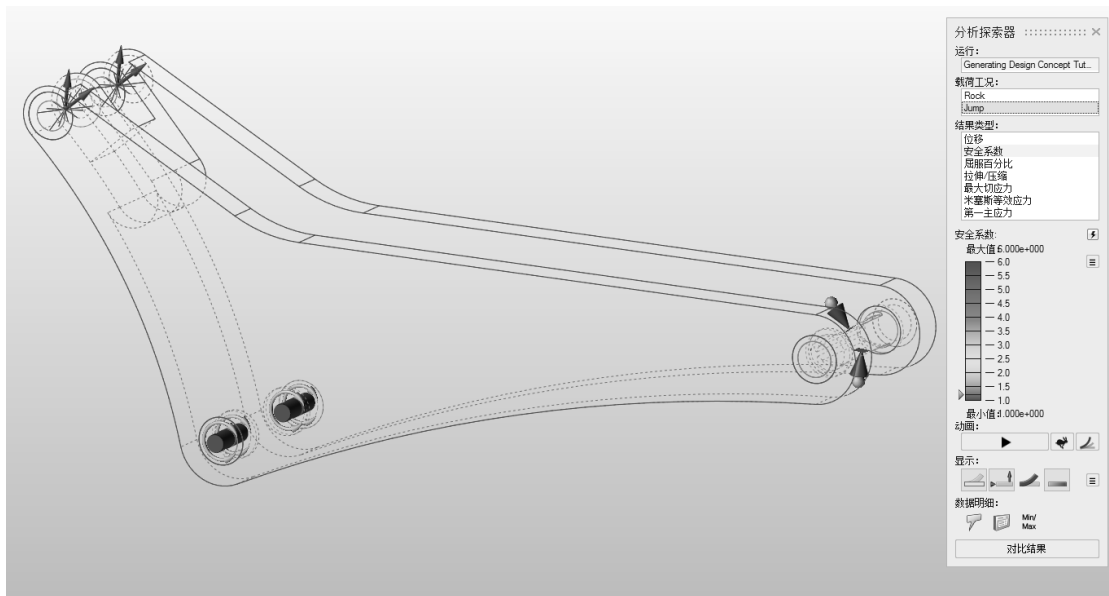

图 10-10
3) 在分析探索器的安全系数下, 单击并拖动图例中的滑块, 直到模型刚好消失为止, 如图 10-10 所示。该操作会遮盖模型中安全系数高于滑块内选定值区域。